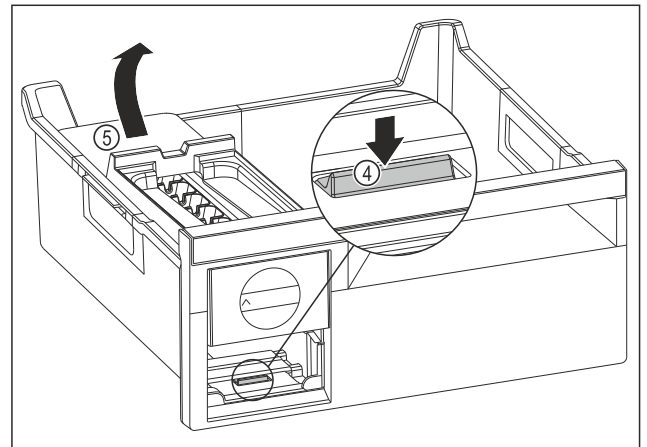

Fig. 111
- ▶ Retirer le corps de l'EasyTwist-Ice : Avec le doigt, pousser la languette Fig. 111 (4) vers le bas tout en soulevant de l'autre main le corps de l'EasyTwist-Ice Fig. 111 (5) depuis l'arrière.